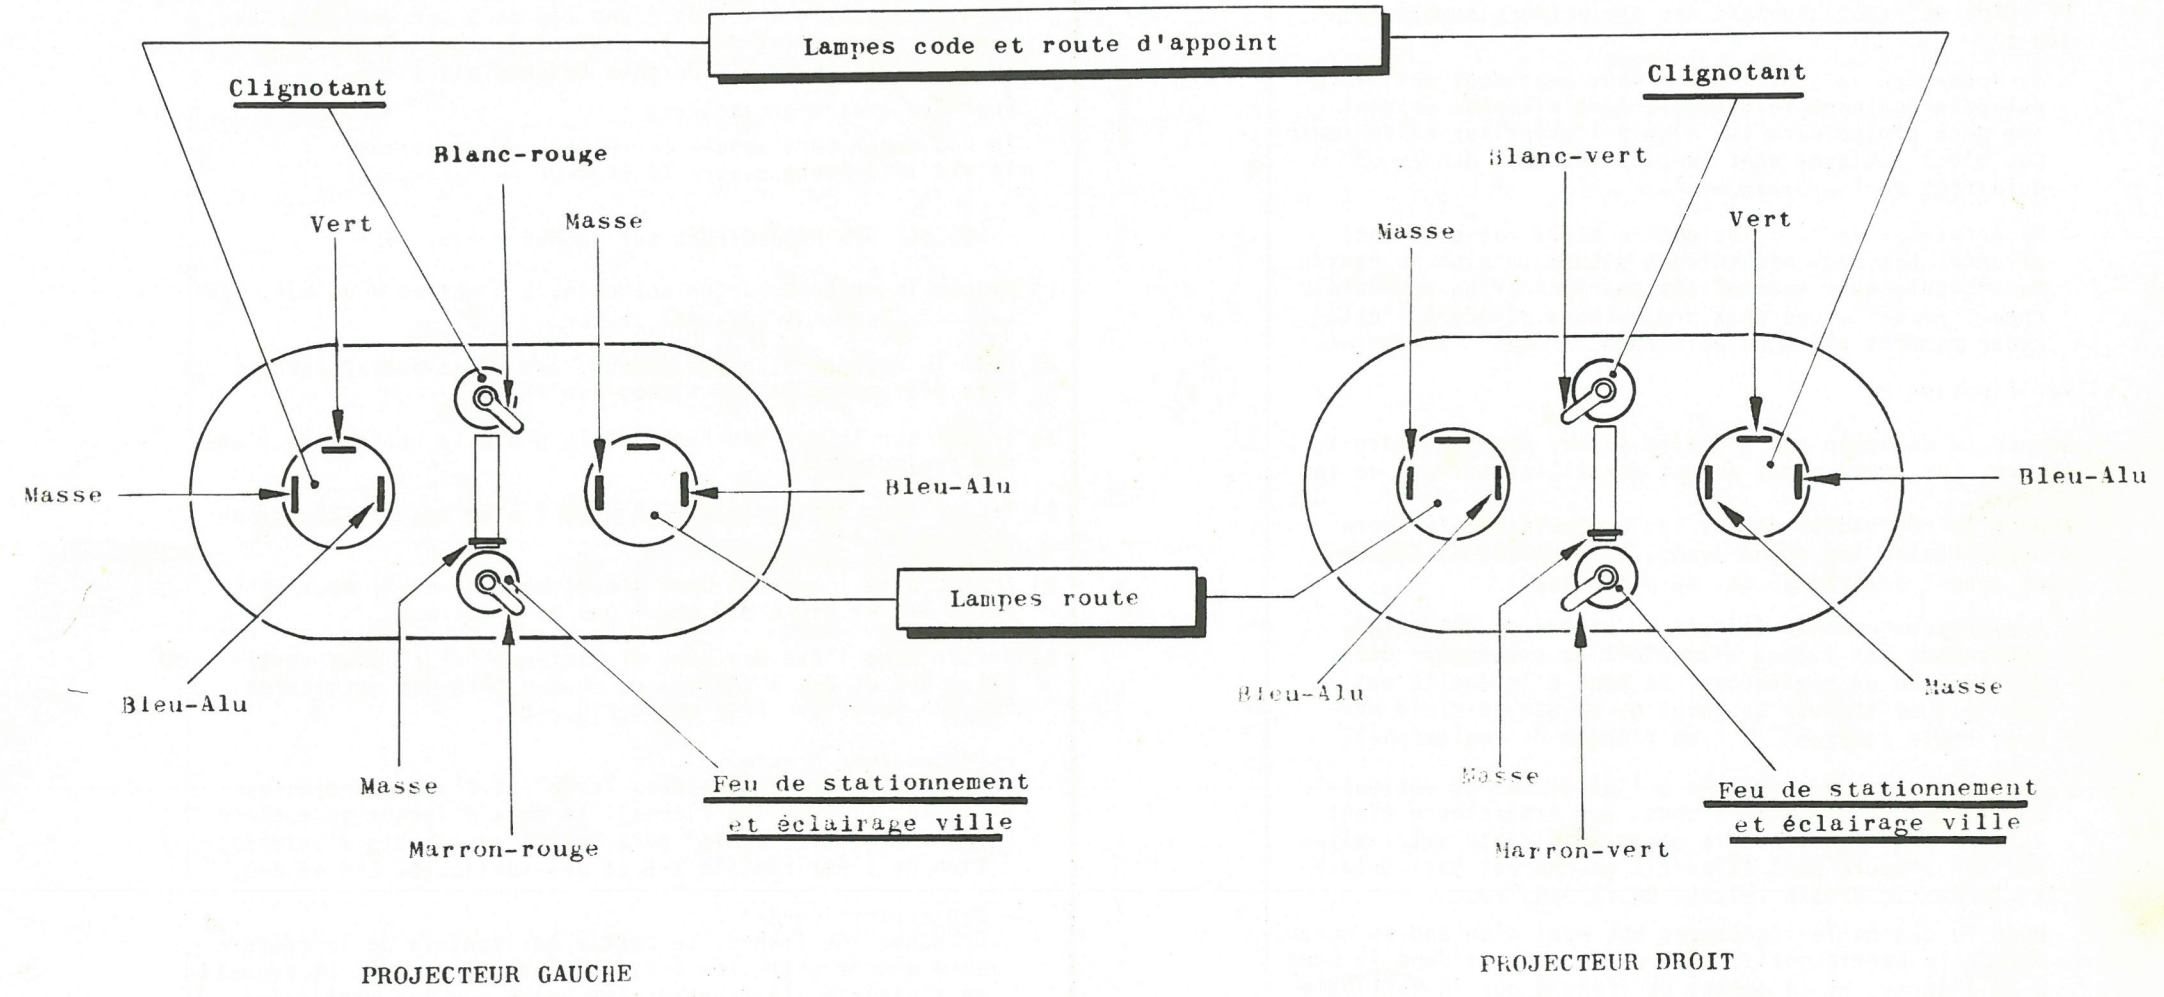

Fig. 8
- 7) Mettre le projecteur en place dans son logement d'ensemble de proue, accrocher le ressort (7) à la patte (8), puis engager la manette (18) d'abord dans le trou de la patte (15) et ensuite en faisant levier dans la patte (17).
- 8) Brancher les fiches de masse et les fiches d'alimentation de l'éclairage code, route, ville et clignotant (suivant Fig. 8).